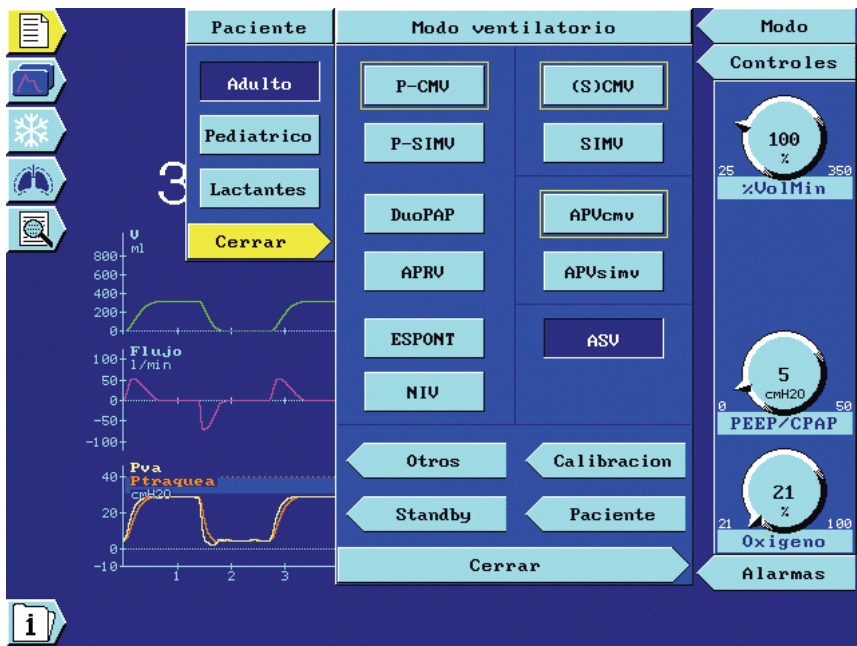

Figura 4-2. Ventana Paciente
3. Abra la ventana **Paciente** (Figura 4-2).